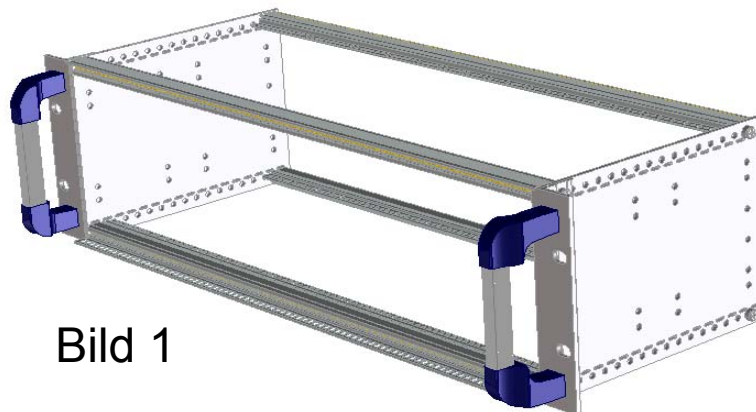

Bild 1
- 2.7 Nehmen Sie nun Ihre Installationsarbeiten an dem wie in Bild 1 fertig montierten Baugruppenträger vor.